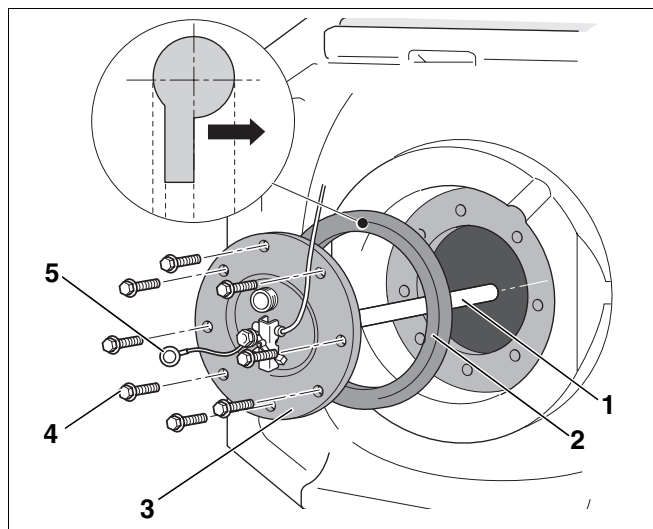

Рис. 18 Установка магниевых анода
- Установить магниевый анод (рис. 18, **поз. 1**) с крышкой смотрового люка. При этом следует обратить внимание на положение уплотнения: выдавленная надпись "Deckelseite" ("к крышке") должна прилегать к крышке люка для чистки.
- Мы рекомендуем при установке нового магниевых анода использовать новую крышку смотрового люка (рис. 18, **поз. 2**), чтобы избежать неплотностей в баке.
- Вручную закрутить болты (рис. 18, **поз. 4**) на крышке смотрового люка.
- Установить ушко заземляющего кабеля (рис. 18, **поз. 5**) вместе с болтом и зубчатой шайбой.
- При установке ушка заземляющего кабеля (рис. 18, **поз. 5**) с болтом на крышке смотрового люка необходимо обеспечить хорошую проводимость тока, чтобы не нарушить функцию магниевых анода.
- В заключение затянуть болты (рис. 18, **поз. 4**) гаечным ключом на три четверти оборота (соответствует рекомендуемому моменту затяжки 40 Нм).